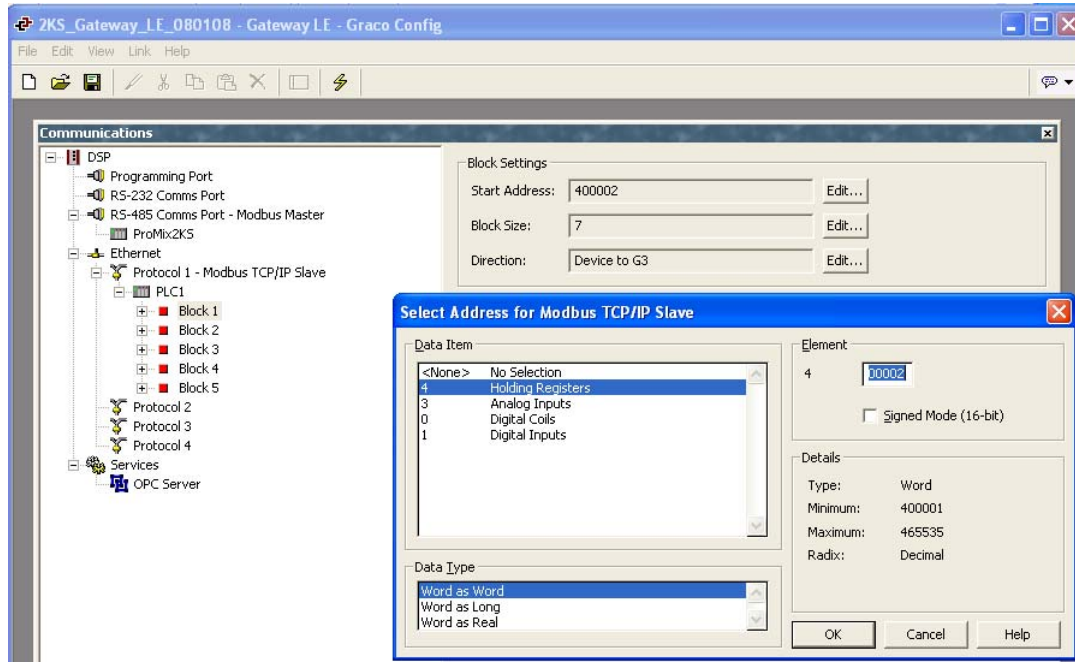

FIG. 23: Mapping av Gateway-block
1. Se FIG. 23. Välj block för datamappning. Klicka på Edit-knappen bredvid Start Address-fältet på den högra sidan av fönstret. Select Address-fönstret öppnas.